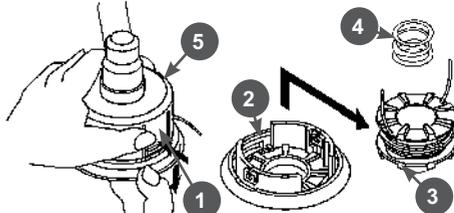

Рис. 17 Разборка триммерной головки
- Нажмите на корпусе 5 стопорные защелки 1 (в двух местах) и снимите крышку (Рис. 17). Легче снимать крышку, нажимая на защелки одну за другой.